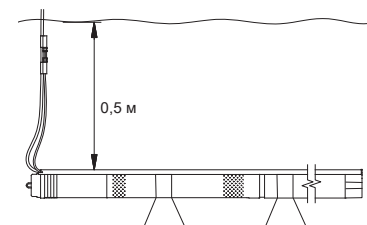

Рис. 9 Установка в горизонтальном положении
- для установки в горизонтальном положении: минимальное расстояние 0,5 м от всасывающего патрубка насоса до динамического уровня воды (см. рис. 9).